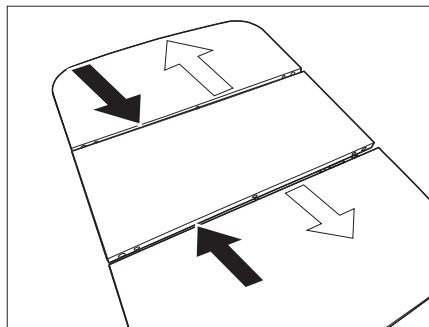

Fig. 105 Abaisser la table
- Pousser les parties extérieures de la table sur la partie médiane (Fig. 105 - flèches noires).
- Écarter l'une de l'autre les parties extérieures de la table (Fig. 105 - flèches blanches).